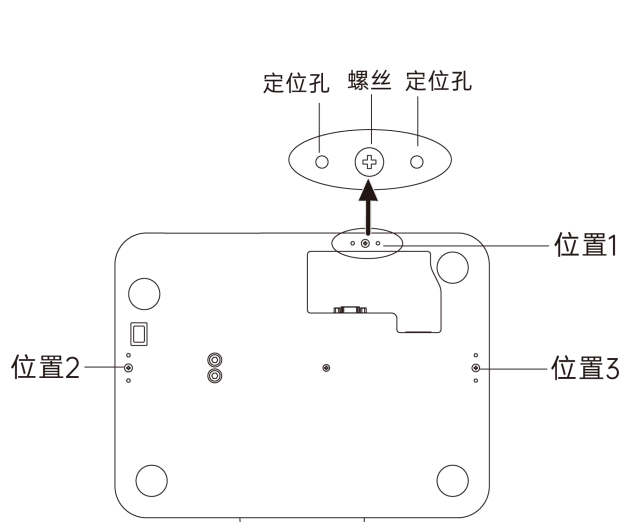

图1
- 选定好位置（如图 1 三个位置选择安装的位置），取下螺丝；